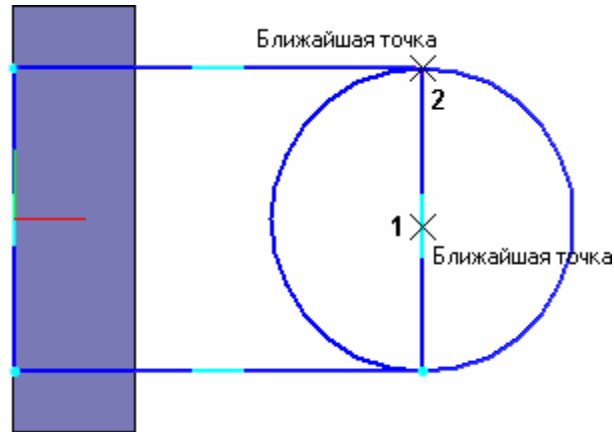

Рисунок 22.
- С помощью привязки Ближайшая точка укажите точку 2, через которую должна пройти окружность (рис. 22).